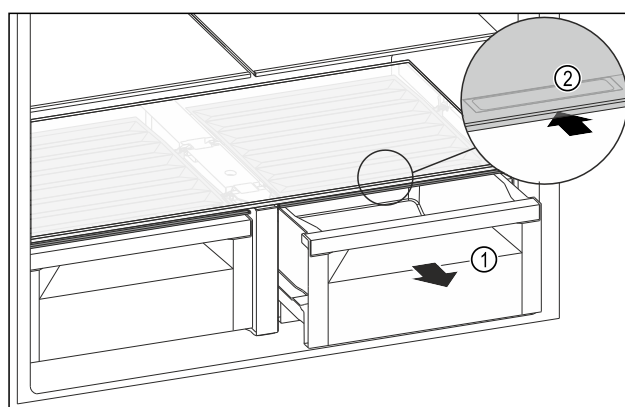

Fig. 99
- ▶ Wyciągnąć szufladę Fig. 99 (1).
- ▶ Chwycić uchwyt wpuszczany Fig. 99 (2) na pokrywie komory i przesunąć pokrywę jednocześnie do tyłu.